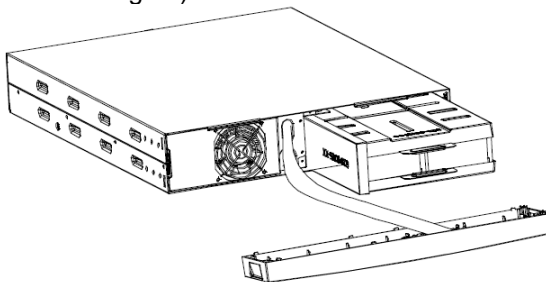

Abbildung 14: Entnahme des Batterieeinschubes
4. Ziehen Sie den Batterieeinschub vorsichtig am Griff heraus (siehe Abbildung 14)